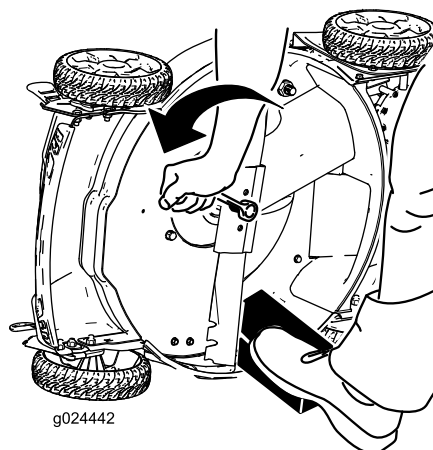

Figura 26
3. Utilice un bloque de madera para inmovilizar la cuchilla (Figura 26).
4. Retire la cuchilla girando el perno de la cuchilla en sentido antihorario, conservando todas las fijaciones de montaje para la instalación de la cuchilla nueva (Figura 26).